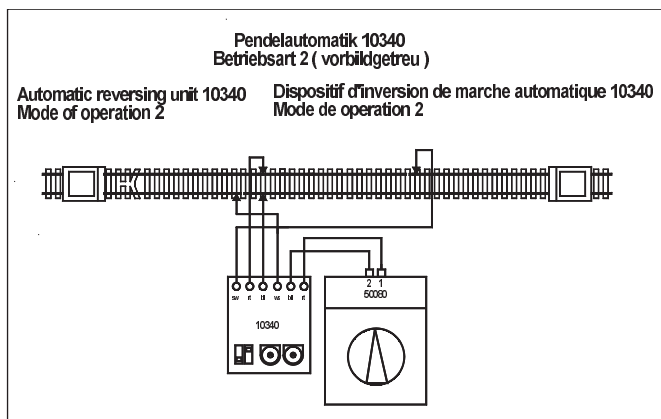

Abb. 3
Vorbereitung (Abb. 3)
2. Anschlüsse "sw" (schwarz) und "ws" (weiß) auf der Platine an die Unterbrechergleise anschließen, wie auf Abb. 3 gezeigt. Die Schrauben an den Unterbrechergleisen lockern und jeweils das Kabel zwischen Schraube und Schiene festklemmen.